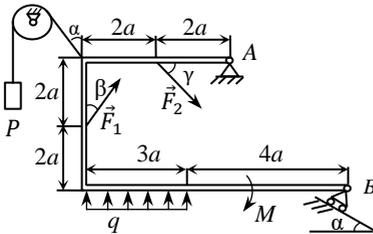

Рис. 13\*
*Пример 1.* Жесткая рама закреплена шарнирно в точке  $A$  и опирается на шарнирную опору на катках в точке  $C$  (рис. 13\*). К раме в точке  $B$  привязан трос, перекинутый через блок и несущий на конце груз весом  $P$ .